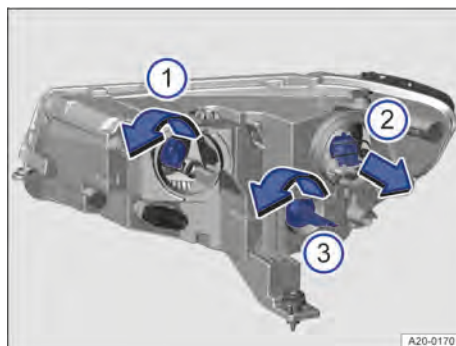

Fig. 182 Dans le compartiment avant : remplacement des ampoules du projecteur droit
2. Faites tourner le porte-ampoule → fig. 182 ① dans le sens de la flèche jusqu'en butée et extrayez-le vers l'arrière.
4. Placez le porte-ampoule dans le projecteur, puis tournez-le dans le sens inverse de la flèche jusqu'en butée → fig. 182 ①.
2. Retirez le porte-ampoule dans le sens de la flèche → fig. 182 ②.
4. Placez le porte-ampoule → fig. 182 ② dans le projecteur et enfoncez-le dans le sens inverse de la flèche.
1. Faites tourner le porte-ampoule → fig. 182 ③ dans le sens de la flèche jusqu'en butée et extrayez-le vers l'arrière.
3. Placez le porte-ampoule dans le projecteur, puis tournez-le dans le sens inverse de la flèche jusqu'en butée → fig. 182 ③.